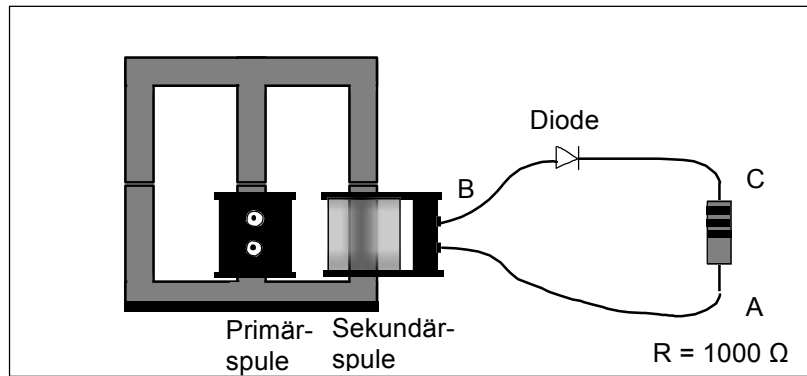

Abb. 3
7. Nehmen Sie die Spule mit 200 Wdg. als Primärspule und diejenige mit 800 Wdg. als Sekundärspule. Schließen sie die Diode wie in Abb. 3 gezeigt an die Sekundärspule und belasten den Ausgang wieder mit einem 1000  $\Omega$  Widerstand.
8. Stellen Sie auf Ihrem Oszilloskop die Triggerung so ein, dass auf die Netzfrequenz getriggert wird (schauen sie dazu ggf. im Handbuch Ihres Oszilloskopes nach). Verbinden Sie nun die Masse des Tastkopfes mit *Punkt A* der Schaltung (Abb. 3). Die Tastkopfspitze schließen Sie an *Punkt B* an. Zeichnen Sie den zeitlichen Verlauf des Signals (Ausgangsspannung) auf. Wiederholen Sie die Messung, indem Sie die Tastkopfspitze an *Punkt C* anschließen. Zeichnen Sie das Ergebnis erneut auf. Welche Unterschiede ergeben sich zwischen den beiden Kurvenformen? Beschreiben sie die Unterschiede.